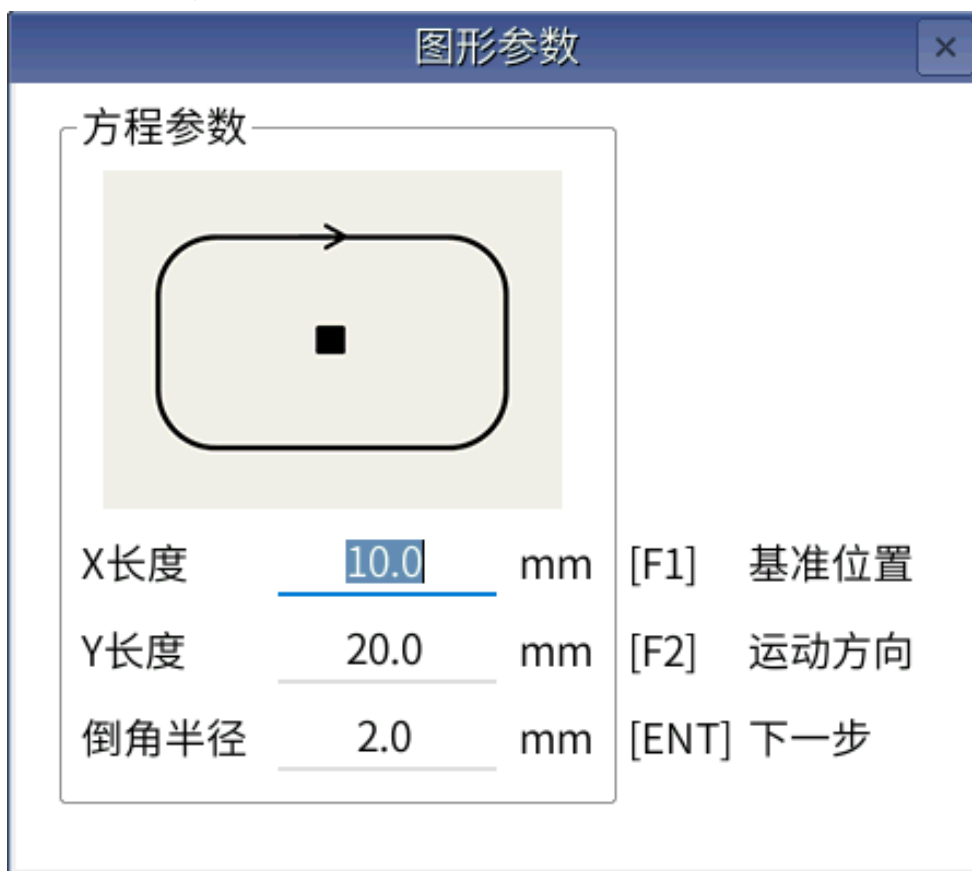

图 11.4.13 圆角矩方程设置
2) 按【F1 圆角矩】，进入圆角矩工艺参数设置，参数采用默认设置，按【ENT】进入圆角矩方程参数设置界面如图 11.4.13 所示；